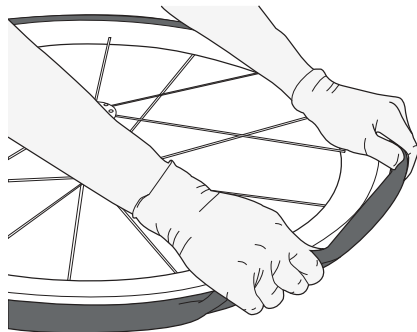

Figura 36.
8. Sollevare la ruota e far scorrere lo pneumatico per i centimetri rimanenti premendolo con i pollici (Figura 36).